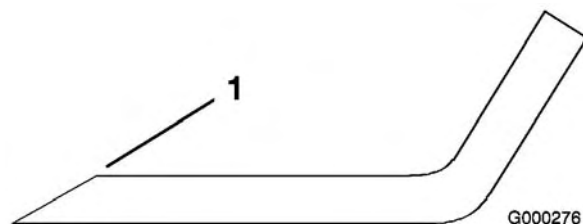

Figura 94
- Controllate i taglienti di tutte le lame, e affilatele se fossero ottusi o scheggiati. Affilate soltanto la parte superiore del tagliente e mantenete l'angolo di taglio originale per garantire l'affilatezza (Figura 94). La lama rimane bilanciata soltanto se viene rimossa una quantità uguale di metallo da entrambi i taglienti.